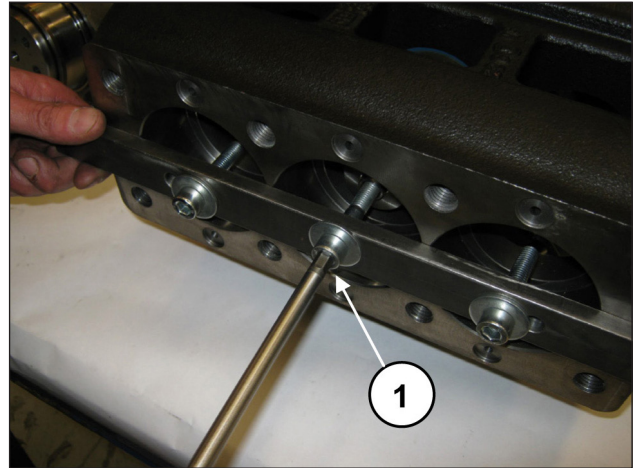
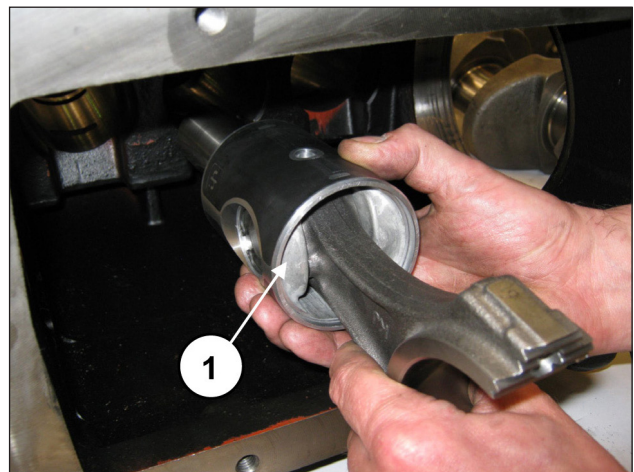
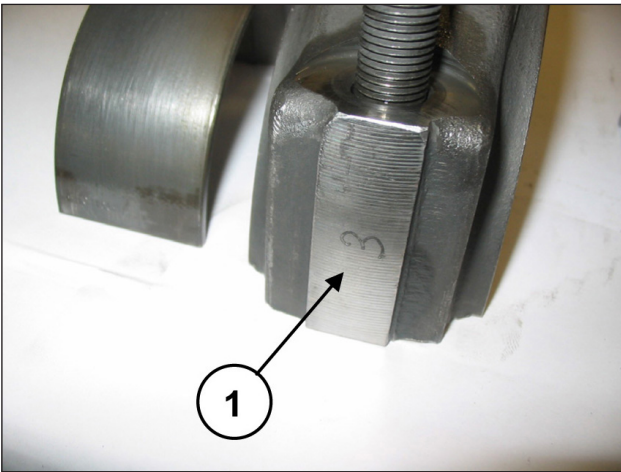

Abb. 32
Abb. 33
Abb. 40
Gehen Sie für den etwaigen Austausch einer oder mehrerer Pleuelstangen oder Kolbenführungen folgendermaßen vor: Drehen Sie die Schrauben des Werkzeugs Art. 27566200 zum Lösen der Pleuelstangen ab (Pos. ①, Abb. 32) und ziehen Sie anschließend die Baugruppe Pleuelstange-Kolbenführung von der hinteren Gehäuseöffnung heraus (Pos. ①, Abb. 33).
Paaren Sie die Pleuelhälften mit dem vorab ausgebauten Pleueldeckeln unter Berücksichtigung der Nummerierung (Pos. ①, Abb. 40).
Trennen Sie Pleuedeckel und Pleuehälften; die vorschriftmäßige Paarung wird durch die seitliche Nummerierung garantiert (Pos. ①, Abb. 40). Nachdem Sie das Gehäuse auf perfekte Sauberkeit überprüft haben, setzen Sie die Baugruppe Pleuehälfte-Kolbenführung in die Buchsen des Gehäuses ein (Pos. ①, Abb. 33).
Arretieren Sie die drei Baugruppen mit dem entsprechenden Werkzeug Art. 27566200 (Pos. ①, Abb. 32).
Entfernen Sie das Werkzeug zur Sicherung der Pleuelstangen Art. 27566200 (Pos. ①, Abb. 32).